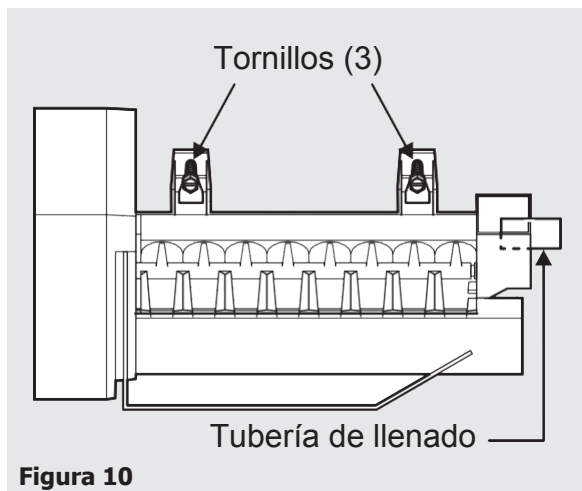

Figura 10
13. Conecte alambros de arcos en el conector montado en el panel de atrás de congelador, sólo a la izquierda de donde el tubo de cala de agua viene por. El conector de arcos es adaptado tan sólo quedará de un solo sentido. Luego, cobertura de conector de Máquina de hielo de resbaladero sobre conector, notando la orientación en la Figura 9. (Encaje a presión parte superior, el gancho en el fondo). La cobertura del conector de la máquina de hielo entonces puede ser chasqueada en el lugar en el panel de atrás o deslizado arriba apretado apoyar panel que depende de cuál versión de atrás panel que usted tiene (vea nota abajo). Entonces, monte Máquina de hielo a los dos tornillos (5) comenzó antes de Paso 12. (Vea figura 10.) Apriete tornillos. Asegúrese de tubo de cala de agua (11) se sienta adentro llena taza.